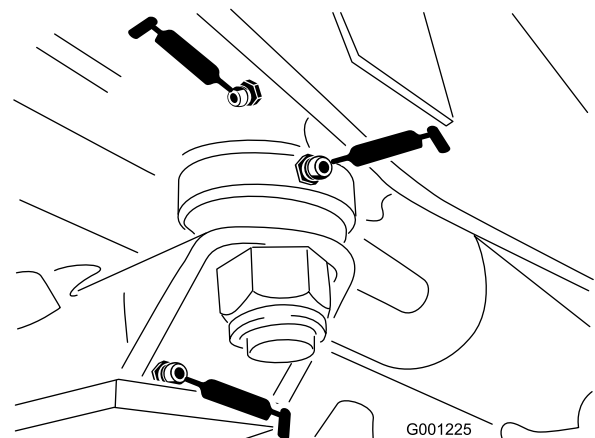

Figura 44
- Boccole della piastra sterzante (Figura 44)
- Boccola del perno dell'assale (Figura 44)